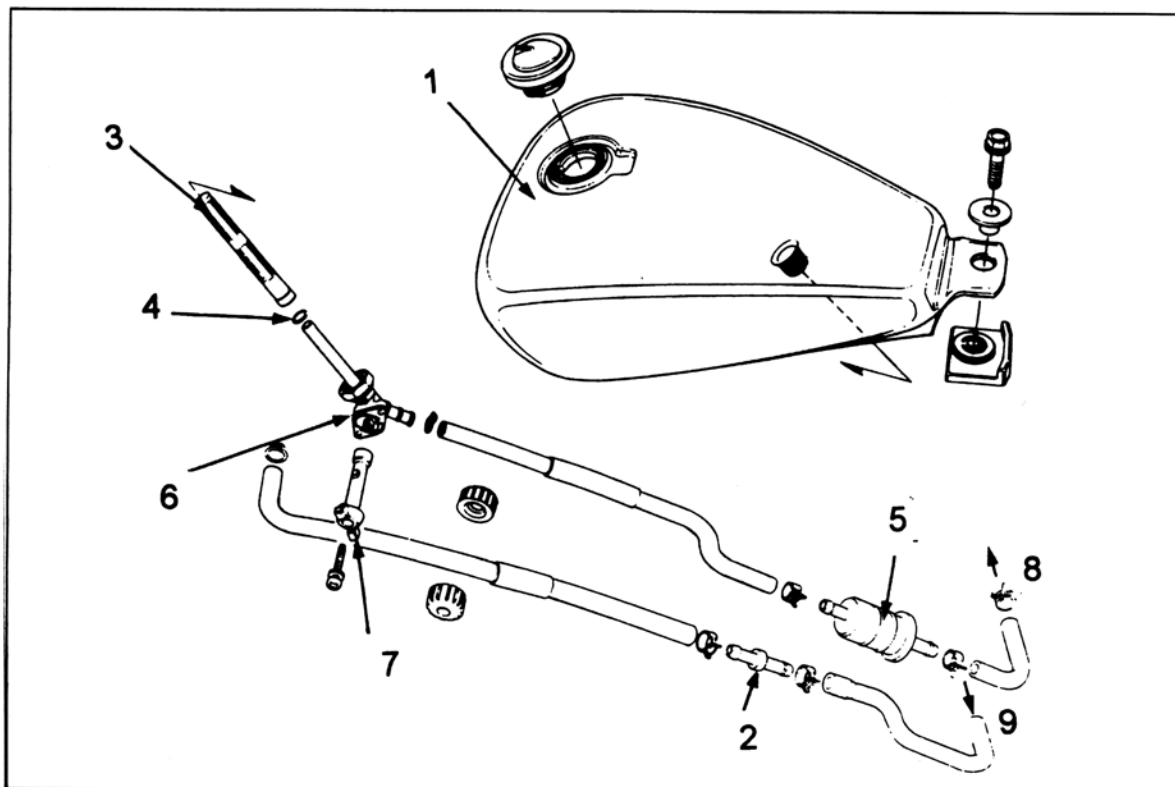

Bild 4
- Falls Kraftstoff-Filter neu, auch Siebfilter am Kraftstoffhahn (im Tank) auf Verschmutzung prüfen (Bild 4).
- Kraftstofftank-Befestigungsschraube ① Bild 4 ausdrehen, Tank vorsichtig anheben und mit geeigneter Unterlage im Rahmen abstützen.